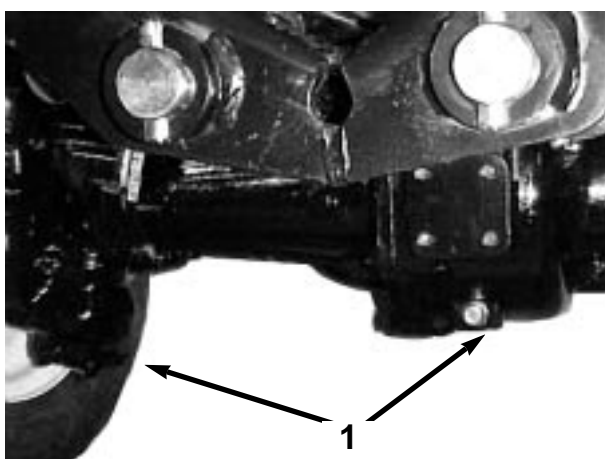

図 66
2. ドレンプラグ（左右端に各 1 個と中央に 1 個、前部で 3 個ある）の周辺をきれいに拭く（図 66）